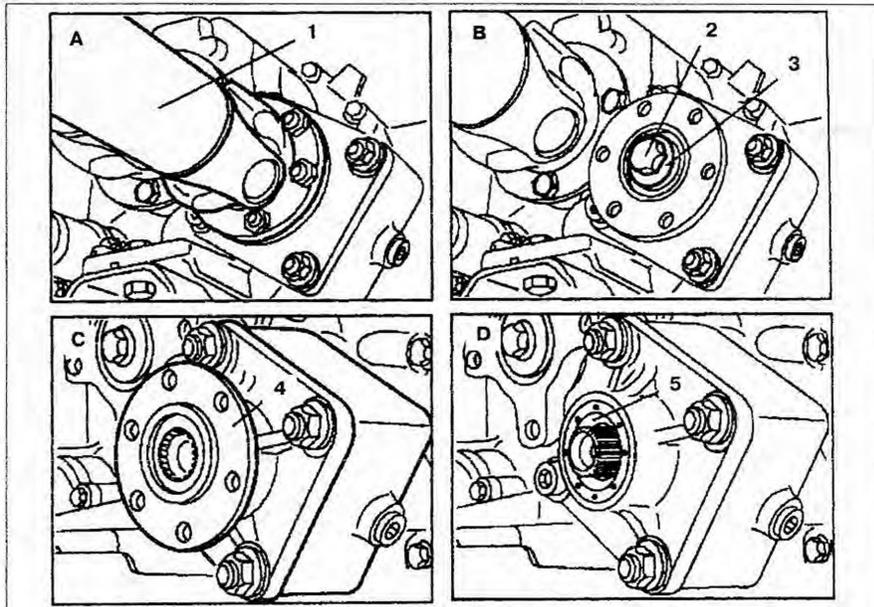

Рис. 4.96. Отсоедините карданный вал **1** от коробки отбора мощности.
1. Отсоедините карданный вал **1** от коробки отбора мощности (рис. 4.96).